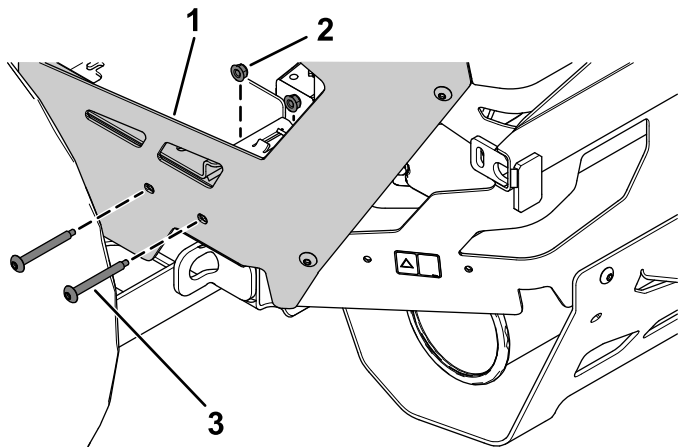

Figure 8
2. Retirez les 2 boulons Torx et les 2 écrous de la protection arrière gauche (Figure 8).